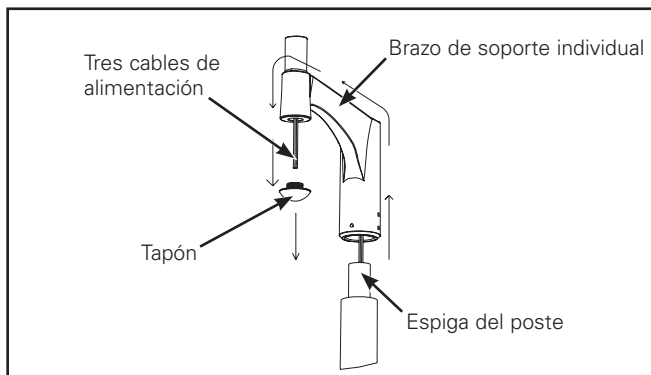

Figura 5.
3. Afloje y quite el tapón del orificio inferior del brazo individual. (Figura 5.)
4. Inserte los cables de alimentación del poste por el orificio inferior del brazo individual y tire de ellos hacia abajo a través del orificio de la tapa. (Figura 5.)